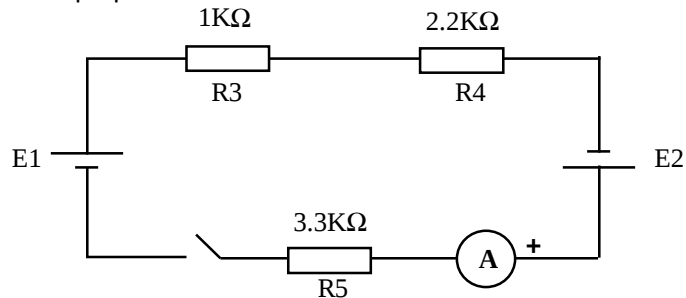

Figura 3.1. Circuito de una malla
1. Realice el montaje de la Figura 3.1. Utilice el multímetro analógico Simpsom como amperímetro en una escala apropiada.
1. Para el circuito de la Figura 3.1. Utilice los datos de resistencia de la Tabla 3.1 y los voltajes de las fuentes E_1 y E_2 para calcular la corriente a través del circuito así como los voltajes a través de cada elemento. Compárelos con los valores medidos y halle los porcentajes de error. Describa las posibles fuentes de error.